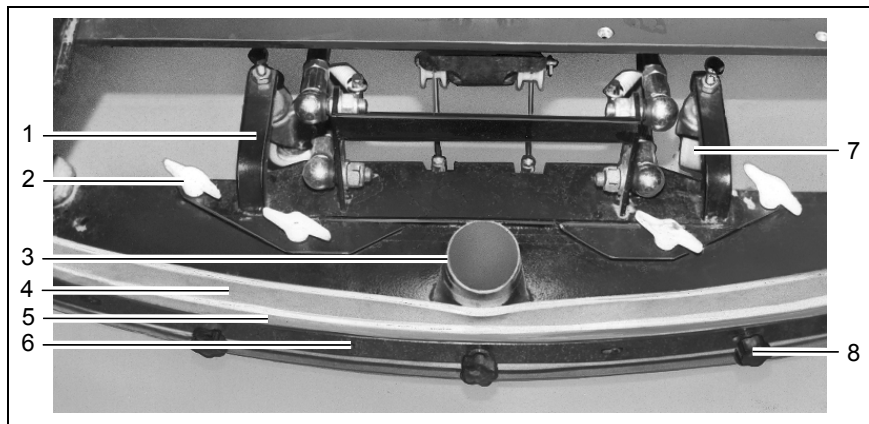

Abb. 35
5. Saugschlauch vom Anschlussstutzen (Abb. 35/3) des Saugfußes abziehen.
6. Die Flügelmutter (Abb. 35/2) an der Aushebung lösen.
Die Dichtleisten (Abb. 35/4) werden werkzeuglos gewechselt:
2. Rändelmuttern (Abb. 35/8) abschrauben.
3. Dicht-, Stütz- und Klemmleiste (Abb. 35/4-6) abziehen.
5. Rändelmuttern (Abb. 35/8) von der Mitte beginnend wechselseitig gleichmäßig anziehen.
Der Saugfuß steht mit Dichtleisten (Abb. 35/4) und Stützrollen (Abb. 35/7) auf dem Boden auf. Um die Saugfußauflage der Dichtleisten (Abb. 35/4) zu erhöhen, z. B. bei Verschleiß der Dichtleisten (Abb. 35/4), müssen die Stützrollen (Abb. 35/7) höher eingestellt werden:
3. Stützrollen (Abb. 35/7) links und rechts gleichmäßig einstellen:
5. Kontermuttern je Stützrolle (Abb. 35/7) festziehen.